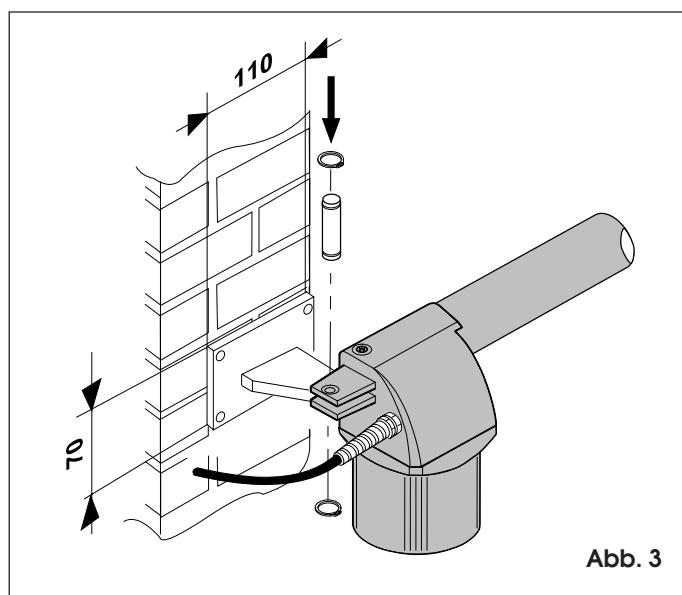

Abb. 3
Bei Eisenpfeilern den Anschluß direkt an den Pfeiler schweißen. Bei gemauerten Pfeilern eine entsprechende Anschlußplatte (Abb. 3) einlegen und diese mit dem Anschluß verschweißen.
- 2) Antrieb anhand der mitgelieferten Schraubverbindungen (Abb. 3) am hinteren Anschluß befestigen.
Achtung: der Montagesatz enthält den rechten und linken Antrieb. Die korrekte Einbauposition des Antriebs gemäß Abb. 3 befolgen. Mit rechtem Antrieb ist bei Ansicht von innen der am rechten Flügel, mit linkem Antrieb bei gleicher Ansicht der am linken Flügel montierte Antrieb gemeint.